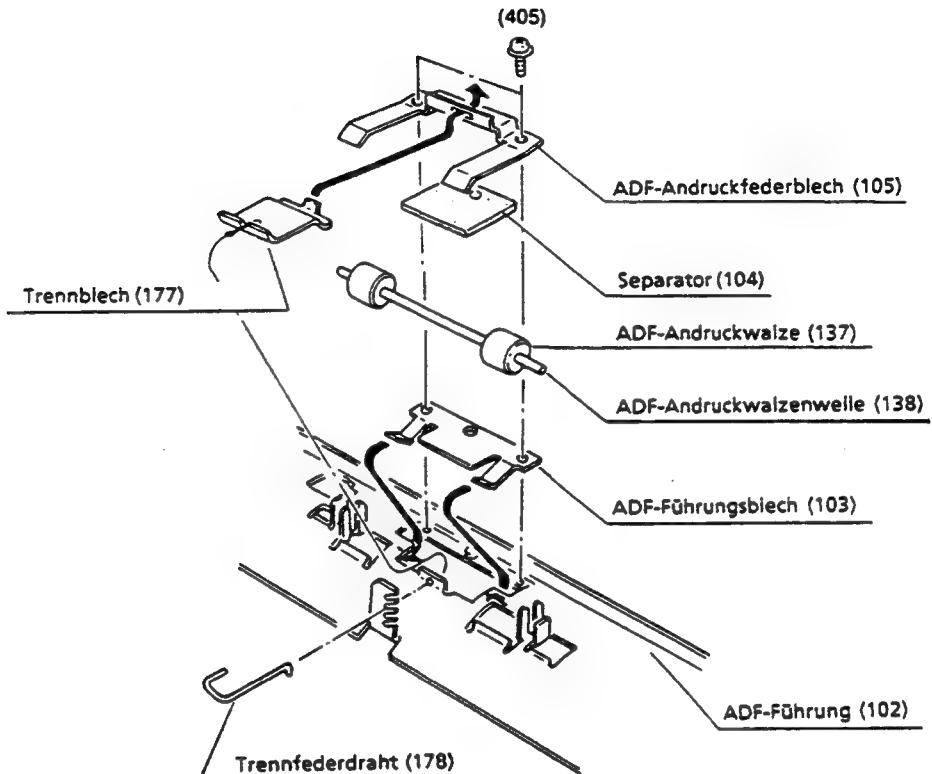

Abbildung 4.3.7
- (1) Beim Austausch des Separators legen Sie die rauhe Oberfläche nach unten.
- (2) Setzen Sie die Teile so zusammen, wie es in Abbildung 4.3.7 gezeigt wird.
- (3) Das ADF-Führungsblech (103) ist ziemlich dünn. Behandeln Sie es also vorsichtig, damit Sie es beim Austausch der Teile nicht verbiegen.
- (4) Die Abdeckungen brauchen nicht entfernt zu werden, wenn die beschriebenen Teile ausgetauscht werden sollen.